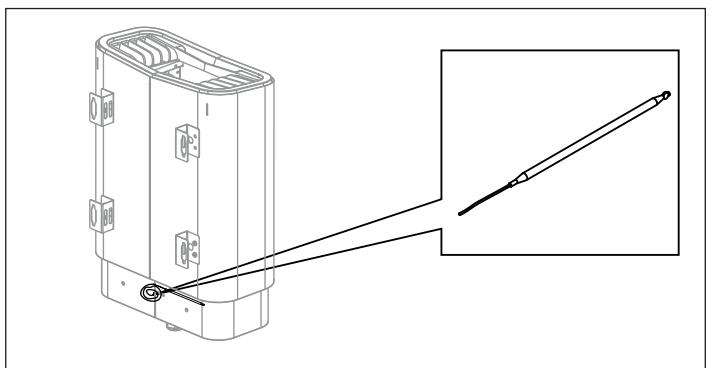
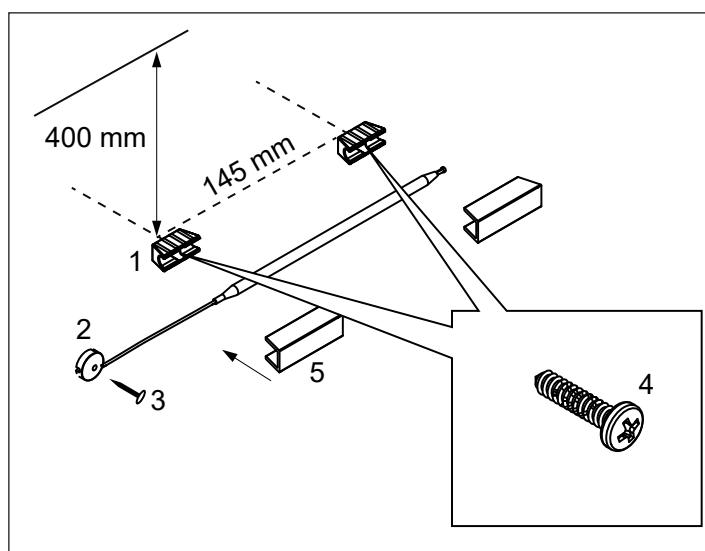

Abbildung 14: Hier finden Sie den Temperatursensor
Abbildung 12: Installation des Temperatursensors
Montieren Sie die Temperatursensorhalterungen (siehe (1) in Abb. 12) mithilfe der zwei mitgelieferten Schrauben 400 mm unter der Decke, bei einem Abstand von 145 mm zwischen den Schrauben (4).
Montieren Sie den Temperatursensor (seitlich an der Heizung, siehe Abb. 14) und sichern Sie den Heizstab mit zwei Clips (2) und dem Kopfnagel (3) (siehe Abb. 12).
Wenden Sie sich an den TylöHelo Kundendienst, bevor Sie Spannungen oder Phasennummern anschließen, die nicht im Schaltplan (siehe Abb. 14) abgebildet sind.